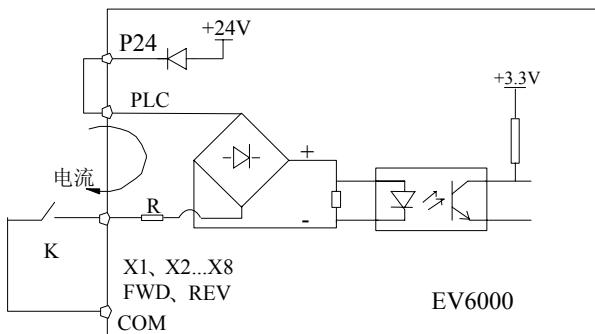

图 4-17 使用内部 24V 电源的连线方式
EV6000 多功能输入端子采用了全桥整流电路, 如图 4-17 所示。PLC 是 X1~X8、FWD、REV 的公共端子, 流经 PLC 端子的电流可以是拉电流, 也可以是灌电流。X1~X8、FWD、REV 与外部接口方式非常灵活, 典型的接线方式如下:
1) 使用变频器内部的 24V 电源, 接线方式如图 4-17。